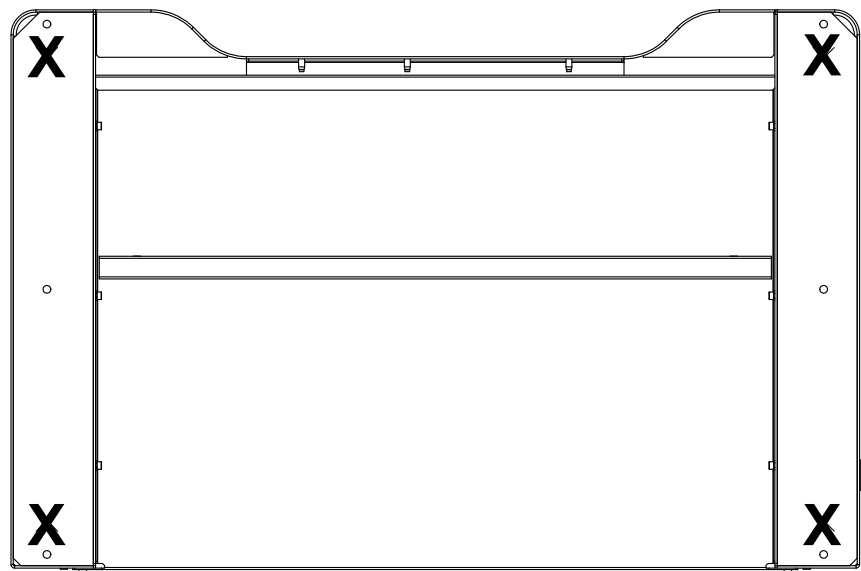

Figura 25. Parte inferiore del telaio che mostra la posizione dei piedini del telaio
7. Individuare i piedi del telaio che sono stati rimossi per imbullonare il telaio allo scivolo di spedizione. Rimuovere le staffe tubolari nella parte posteriore della base del telaio e installare i piedini del telaio nelle posizioni indicate nella Figura 25 a pagina 83.